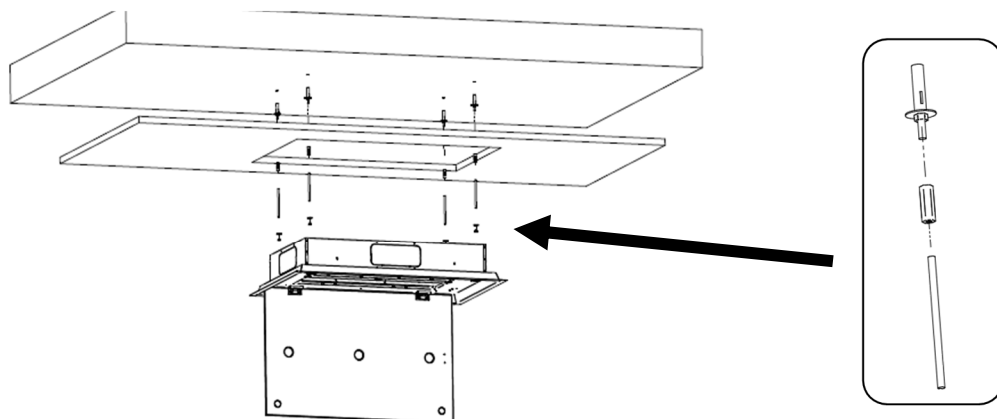

Fig. 4
- 7) Setzen Sie die Haube in das Loch an der Zwischendecke und befestigen Sie sie mit den Daten und den Unterlegscheiben an den zuvor angebrachten Gewindestangen (Abb. 4).